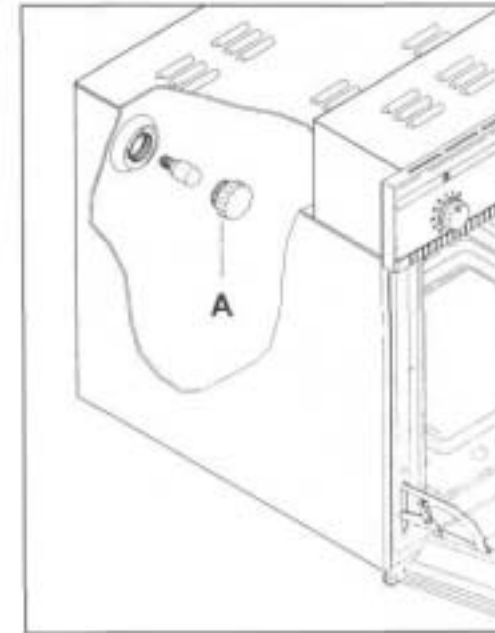

Рис. 14
**Внимание!** В случае необходимости заменить эту лампу, нужно снять защитный колпачок А, свинтив его против часовой стрелки. Заменяв лампу, вновь установить защитный колпачок А (см. рис. 14).